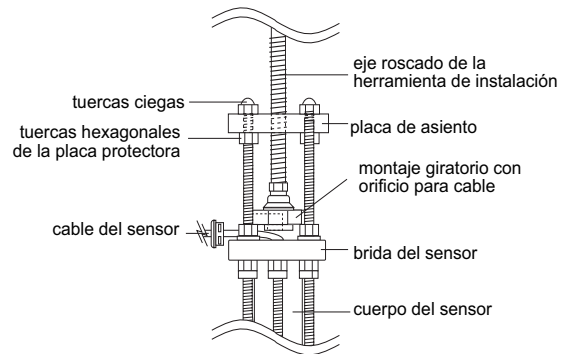

Fig. 11
- G.** Colocar la placa de asiento de la herramienta de instalación girándola hasta que esté aproximadamente a 40 mm (1,6 pulg.) del montaje giratorio. Para montar la herramienta de instalación, colocar las varillas roscadas a través de los orificios de la placa de asiento, apoyando ésta sobre las tuercas hexagonales de la placa protectora. Verificar que las orejetas del montaje giratorio estén colocadas **entre** las varillas roscadas (y no sobre las varillas). Instalar las tuercas ciegas de la placa de asiento, y apretarlas para fijar la herramienta de instalación en su sitio (fig. 11).